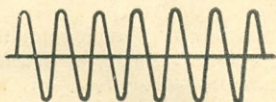

FIG. 1 — Representação gráfica de um sinal senoidal.
A representação gráfica de uma tensão elétrica senoidal é vista na Fig. 1. Assim, um sinal simples de R.F. tem a mesma forma de onda que a da tensão elétrica da rede domiciliar, apenas sendo de frequência muito maior. Esta representação gráfica, muito familiar àqueles que lidam com a Eletrônica, corresponde à expressão seguinte, muito familiar àqueles que lidam com a Matemática:
Tanto a Fig. 1 como a expressão (1) significam a mesma coisa, apenas usam linguagens diferentes.